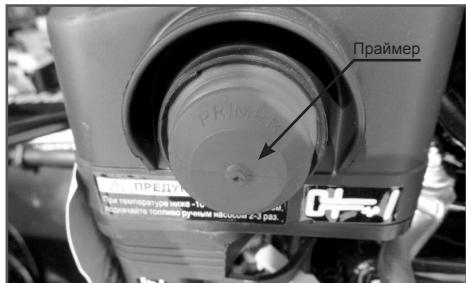

Рис.21 Праймер
- Нажмите на праймер подкачки топлива три раза. При запуске теплого двигателя праймер нажимать не надо (Рис.21).